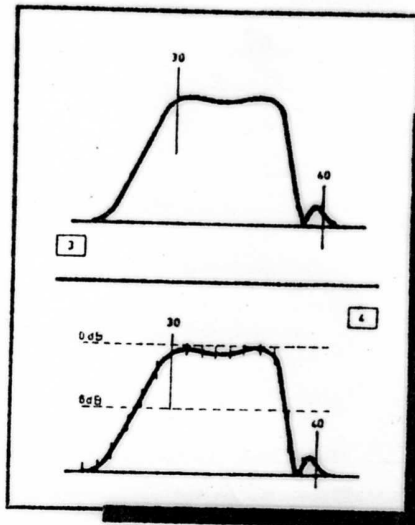

Fig. 3. — Aspect des marques 10 MHz sur une courbe observée.
b. - Position 10 MHz. La courbe de sélectivité auxiliaire disparaît et seules demeurent les marques d'intervalles de 10 MHz. L'aspect d'une courbe de sélectivité observée dans ces conditions est à peu près celui de la figure 3.